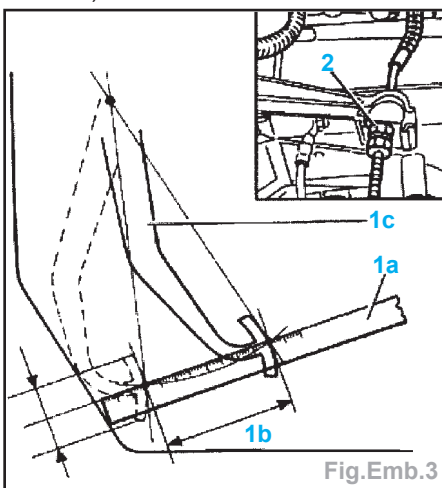

Fig.Emb.3
- Mesurer à l'aide d'une règle (1a) la course (1b) de la pédale (1c) (Fig. Emb.3).